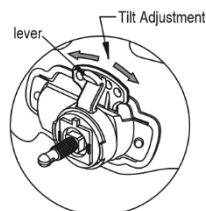

Fig. 4
- INCLINAISON :** Le réglage de l'inclinaison se trouve sur le côté droit de la visière. Desserrez l'écrou bloquant droit et poussez l'extrémité supérieure du levier de réglage vers l'extérieur jusqu'à ce que la languette d'arrêt du levier dépasse des encoches. Tournez ensuite le levier vers l'avant ou vers l'arrière jusqu'à la position d'inclinaison souhaitée, sans avoir à retirer le joint facial. La butée s'enclenche automatiquement à nouveau fig.4 lorsqu'elle est relâchée, verrouillant la visière en position (voir fig.4).